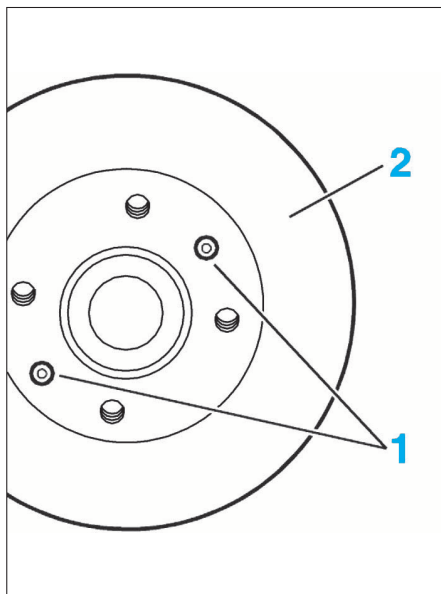

FIG. 14
- Déposer (Fig.14) :
- les vis (1)
- le disque de frein (2).